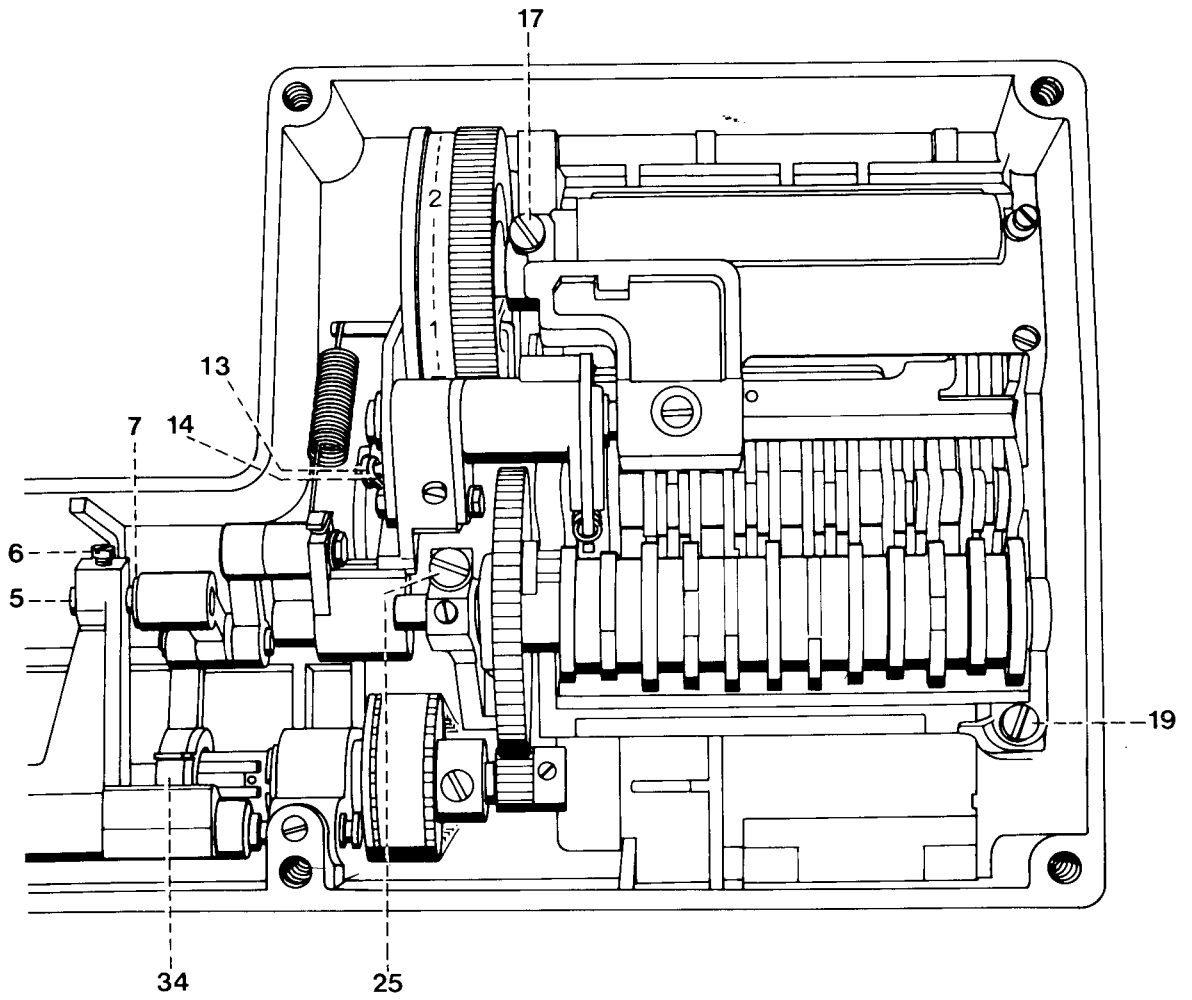

Fig. 9
- Die Schraube 6 lösen (siehe Abb. 9).
- Loosen screw 6 (Fig. 9).
- Desserrer la vis 6 (fig. 9).